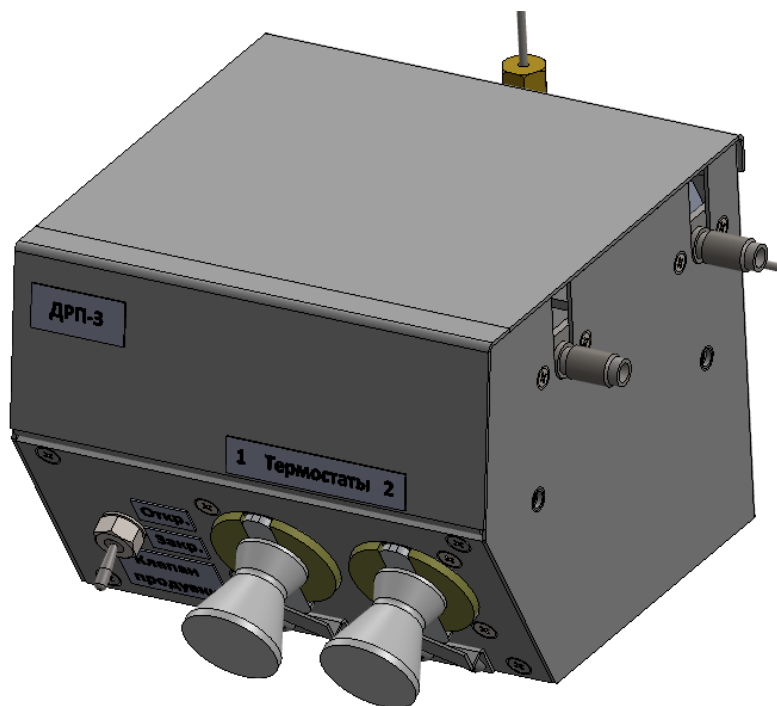

Рисунок 1 – Общий вид ДРП.
– При помощи дросселя Др1 (см. рисунок 5) настроить расход в линии РГП-ГНЗ в пределах от 3 до 5 см3/мин. Для этого установить в правую ячейку термостата Т1 (см. рисунок 5) на иглу И1 (см. рисунок 5) контейнер с герметичным флаконом. Закрыть клапан Кл1 (см. рисунок 5) (перевести ручку тумблера 1 (см. рисунок 1) в положение «Закрыто»). В ПО «ХРОМОС» задать давление накачки по линии РГП-ГНЗ в соответствии с рекомендациями методики измерений (обычно от 0,2 до 3 кгс/см2). Вращая ручку дросселя 5 (см. рисунок 4) установить значение расхода в линии РГП-ГНЗ от 3 до 5 см3/мин по показаниям в ПО «ХРОМОС». **Внимание! Поворачивать ручку дросселя следует плавно. Не допускается прилагать чрезмерных усилий при закручивании ручки до упора, это может привести к поломке дросселя.**